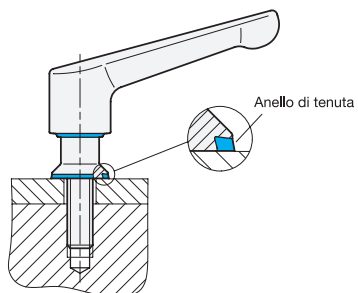

Fig. 1
- L'asta filettata o il foro della maniglia a leva non devono entrare in contatto con l'ambiente esterno. (Fig. 1).
- È necessario assicurarsi che la maniglia a leva venga utilizzata solo in combinazione con l'anello di tenuta fornito in dotazione. La guarnizione ha forma conica. È pertanto necessario fare attenzione alla corretta posizione di montaggio (Fig. 1).